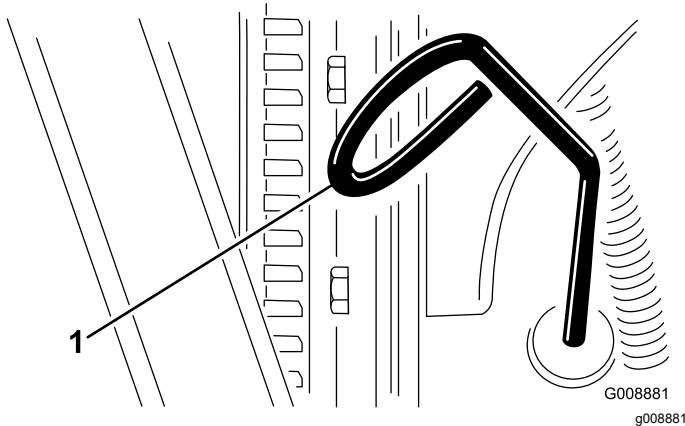

Figura 54
3. Retire la varilla, límpiela, vuelva a colocarla en el tubo y retírela de nuevo. El nivel de aceite debe estar entre las marcas LLENO y AÑADIR (Figura 54).
4. Si el nivel de aceite es bajo, retire el tapón de llenado y añada suficiente aceite para que llegue entre las marcas LLENO y AÑADIR (Figura 54).